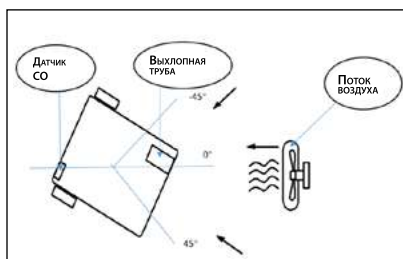

Рис. 7
**ВНИМАНИЕ!** При эксплуатации генераторов с датчиком угарного газа следует соблюдать определенные правила. Во избежание ложных срабатываний следует избегать описанных ниже условий: Датчик угарного газа работает только при плюсовой температуре (больше 0 °С). Сильный поток воздуха с направления 45 градусов от оси выхлопное отверстие датчик (Рис. 7).